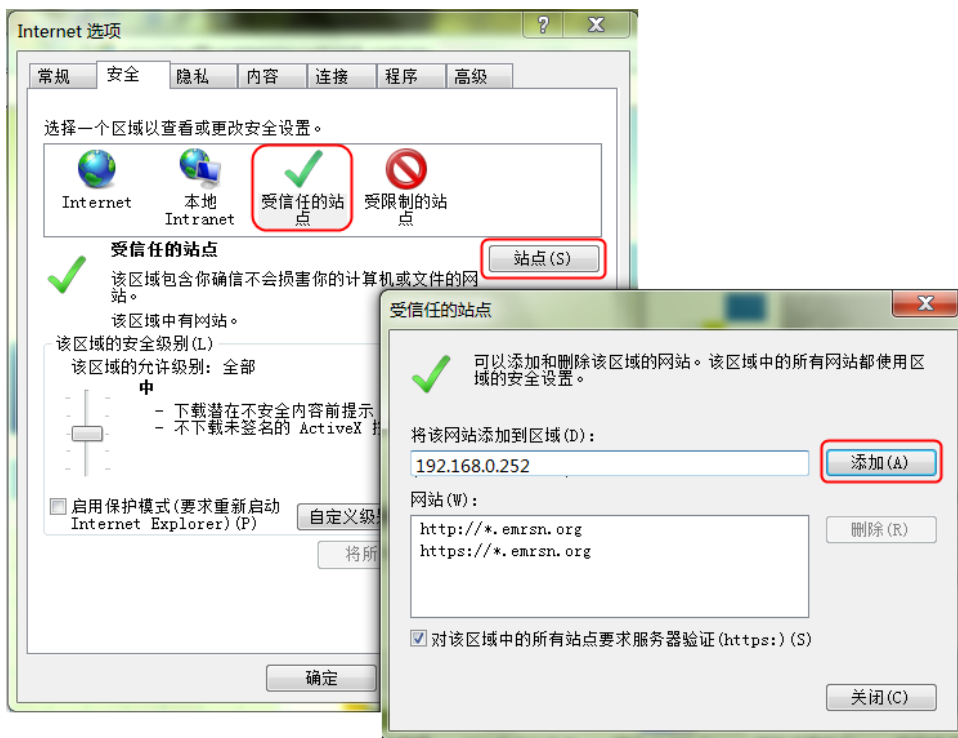

图3-8 添加到可信站点
6. 如图 3-8 所示，将 RDU-EX 的 IP 地址添加到受信任的站点的列表中。